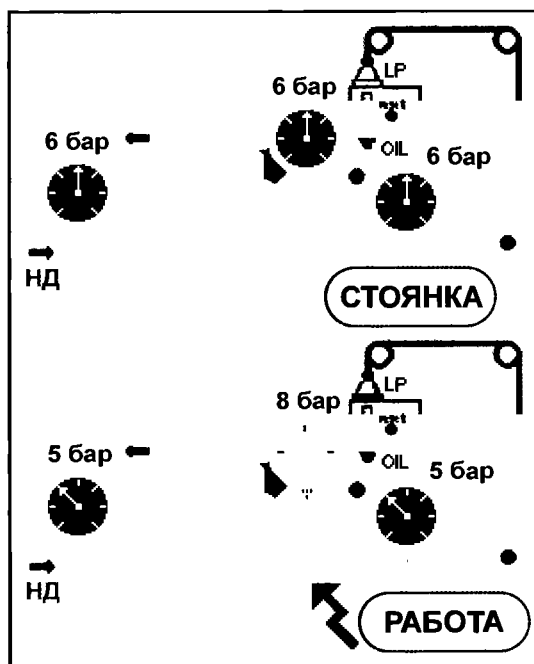

Рис. 101.3.
- ▶ **Компрессор выключен.** Масляный насос, установленный на валу компрессора, не работает. Давление масла, измеренное масляным манометром, соответствует давлению на входе в компрессор (НД) при неработающем компрессоре (см. верхнюю схему на рис. 101.3 все три манометра показывают одинаковое давление 6 бар).
- ▶ **Компрессор работает.** Давление в картере равно давлению всасывания (например, 5 бар). Масляный насос на приводном валу компрессора вращается, давление масла, измеренное масляным манометром, повышается (например, до 8 бар, см. нижнюю схему на рис. 101.3).
Чему равен перепад давления на масляном насосе в нижней схеме на рис. 101.3? (В случае необходимости вновь изучите раздел 76).